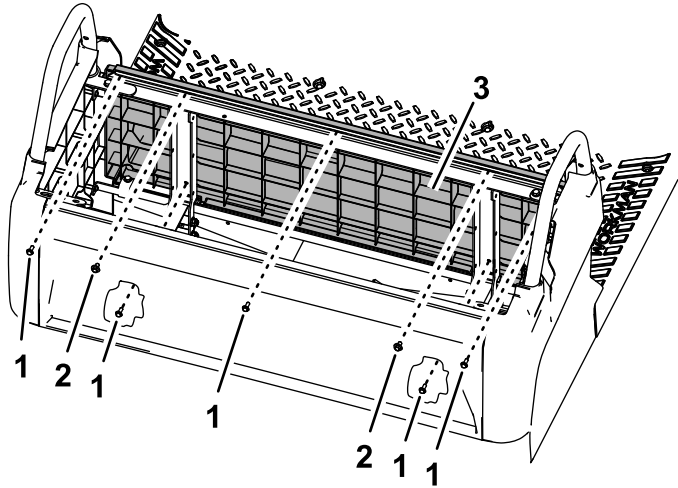

Рисунок 2
2. Выверните 5 болтов (№ 10 x 1/2 дюйма) и 2 болта с шайбой в сборе (Рисунок 2).
5. Снимите заднюю панель основания сиденья (Рисунок 2).